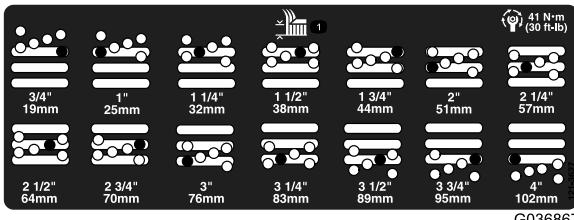

**Bild 19**
4. Entfernen Sie das Distanzstück, während Sie gleichzeitig die Kammer abstützen (Bild 19).